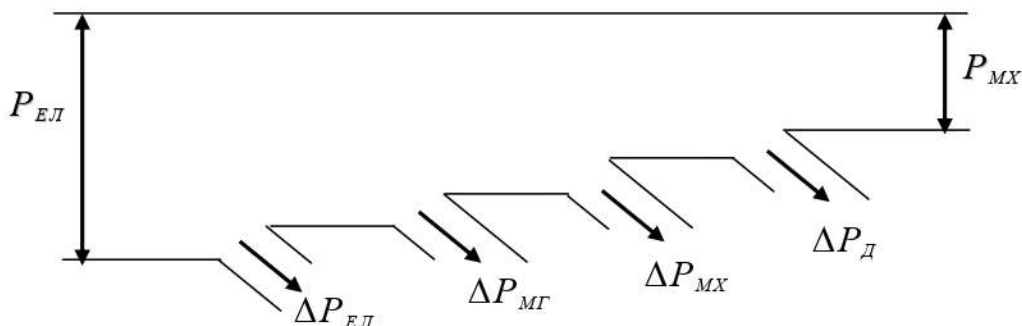

Рисунок 1 - Енергетична діаграма ДПС
Енергетична діаграма електродвигуна аналогічна енергетичній діаграмі генератора, але представлена в зворотному порядку – рисунок 1.
3.4 Зібрати схему електричну принципову експериментальної установки для дослідження роботи двигуна постійного струму паралельного збудження – рисунок 1.